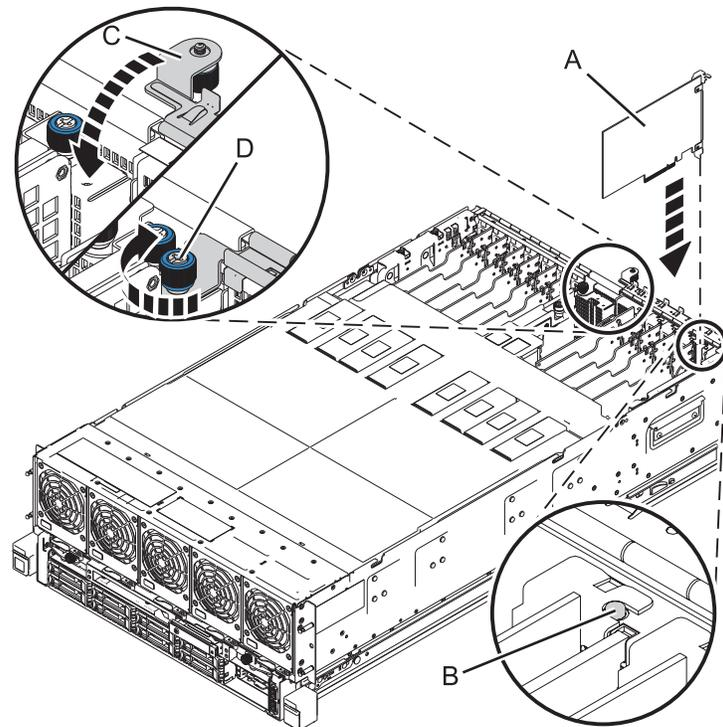

Abbildung 12. PCIe-Adapter im System vom Typ 8408-44E oder 8408-E8E installieren oder austauschen
6. Fassen Sie den Adapter vorsichtig an der Oberkante oder am Haltesteg an und richten Sie den Adapter an dem Steckplatz und dem zugehörigen Anschluss an der Systemrückwandplatine (A) aus, siehe Darstellung in Abb. 12 auf Seite 19.
9. Stellen Sie sicher, dass die Aussparung für die Adapterkassettenhalterung am Stift des Systemchassis einrastet. Siehe **(B)** in Abb. 12.
10. Schließen Sie die E/A-Halterung **(C)**, indem Sie sie nach unten drehen, und drehen Sie anschließend die Rändelschraube **(D)** fest, bis sie sicher im Systemchassis sitzt. Siehe Abb. 12.